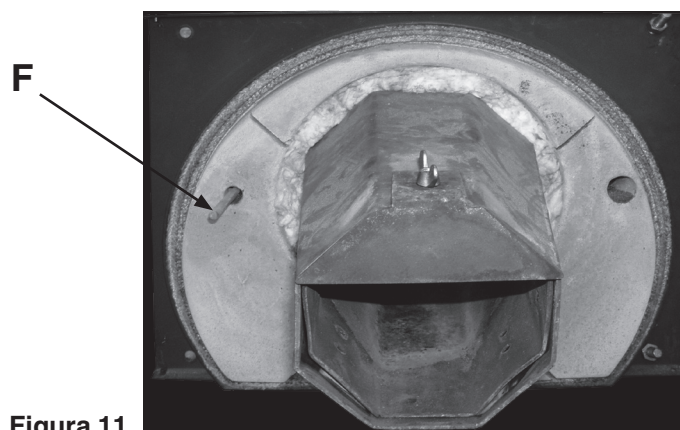

Figura 11
12. Aspirare con cura i residui nel bruciatore soprattutto nella zona posteriore (direttamente sotto la coclea d'inserimento); E' vietata la presenza di residui nei fori di ventilazione (Figura 11). Aspirare del bruciatore anche dall'alto. Rimuovere le ceneri dalla sonda della camera di combustione (F).